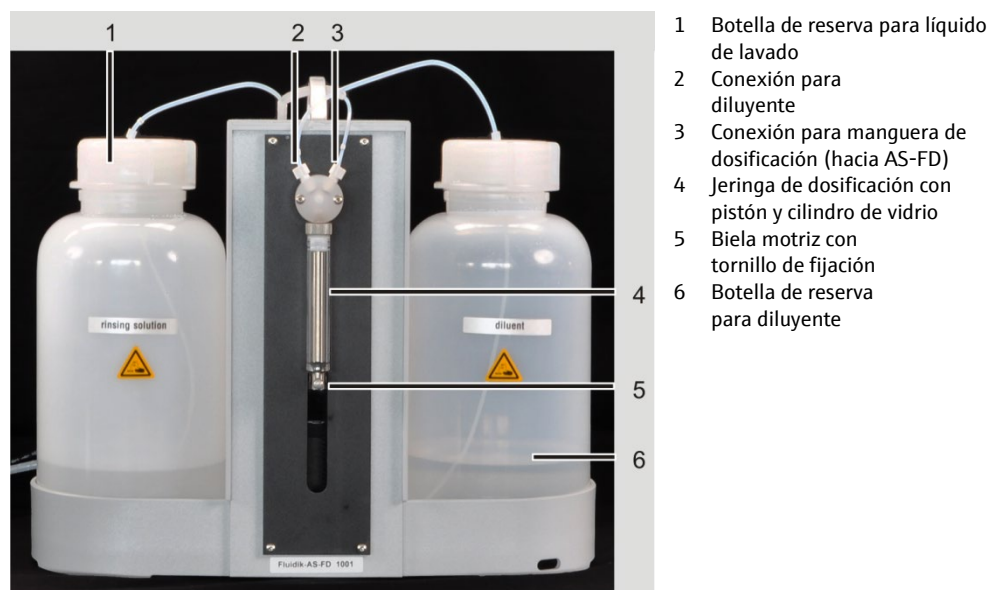

Fig. 45 Dosificador en el módulo de fluidica del AS-FD
3. Sumergir la manguera corta (marca "3" en la manguera) en la botella de provisión para diluyente. Atornillar la segunda terminación de la manguera a la válvula (2 en Fig. 45 pág. 74).
4. Atornillar la manguera de dosificación para diluyente (revestida, marca "1") a la segunda conexión de la válvula (3 en Fig. 45).